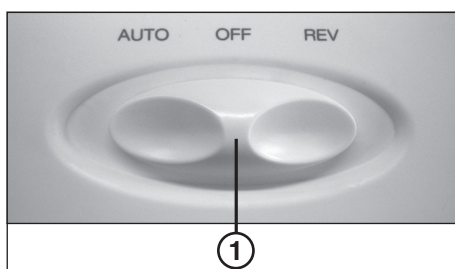

Fig. 1
- Commutare l'interruttore funzione (1) (fig. 1) in posizione „AUTO“.
- Commutare **brevemente** l'interruttore funzione (1) (fig. 1) in posizione „REV“, commutarlo in posizione „OFF“.
- Strappare la carta sbloccata subito oltre la fessura di alimentazione, quindi commutare l'interruttore funzione (1) (fig. 1) in posizione „AUTO“.
- Commutare l'interruttore funzione (1) (fig. 1) in posizione „OFF“.